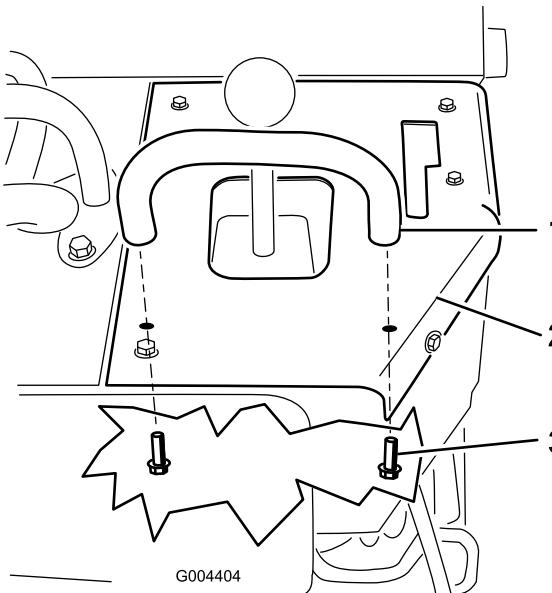

Figura 9
3. Fissate la barra di riferimento al quadro di comando utilizzando 2 bulloni ($5/16" \times \frac{3}{4}"$), montandoli dall'interno della macchina (Figura 9).